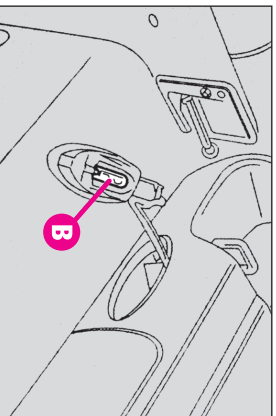

fig. 60
-scoateți becul (B-fig. 60) eliberându-l din clipsurile de fixare.